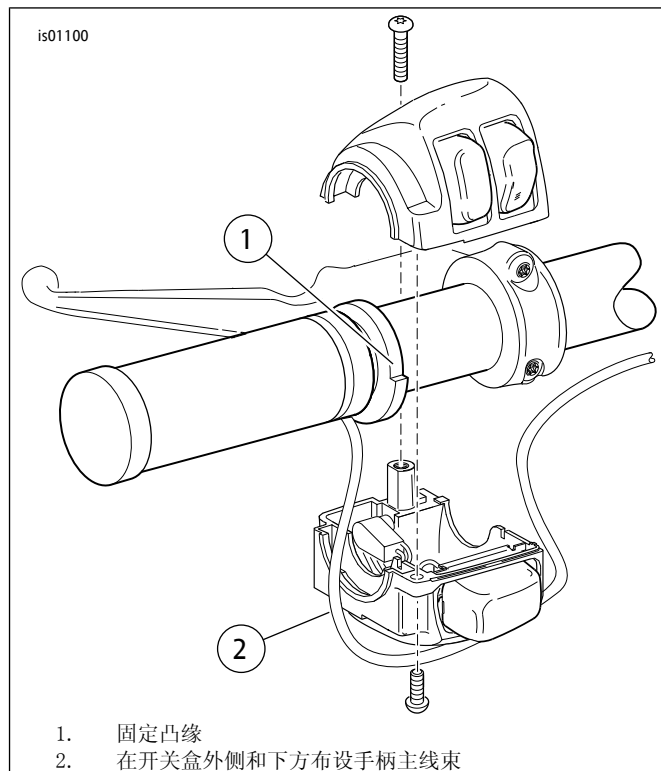

图1。加热手柄(左侧)
9. 参见图1。在把手上定位左侧手柄，使固定凸缘(1)能够牢固安装至下部开关盒(2)中。